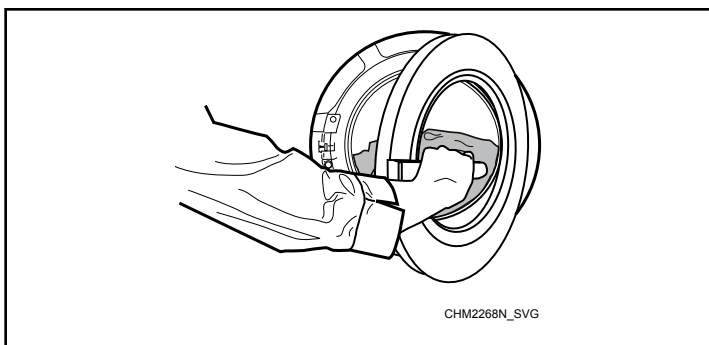

Figura 4
3. Feche a porta empurrando a maçaneta da porta na direção da máquina. Consulte a *Figura 4*.